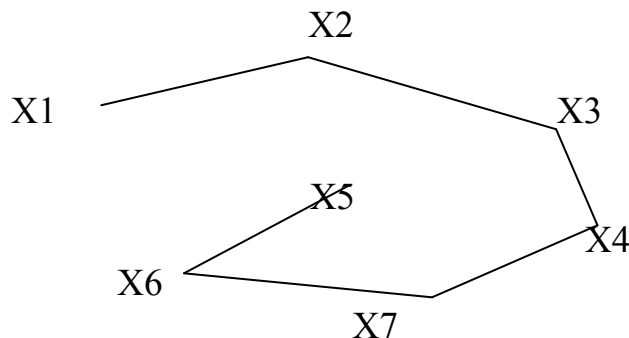

Рисунок 5 – Кратчайший остов графа
2) Используя найденные множества  $T_s$  и  $A_s$ , построим кратчайший остов данного графа (рисунок 5).